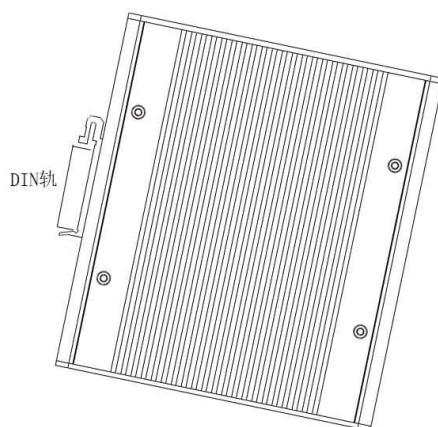

图 3-1 RugNet IES1008 安装方式图
大多数的工业应用采用 35 mm 标准 DIN 卡轨式安装，其安装尺寸如图 3-1 所示。
- 如图 3-1 中所示, 将 DIN 轨卡入 DIN 卡轨连接座, 确认 RugNet IES1008 设备可靠地安装到 DIN 轨上。